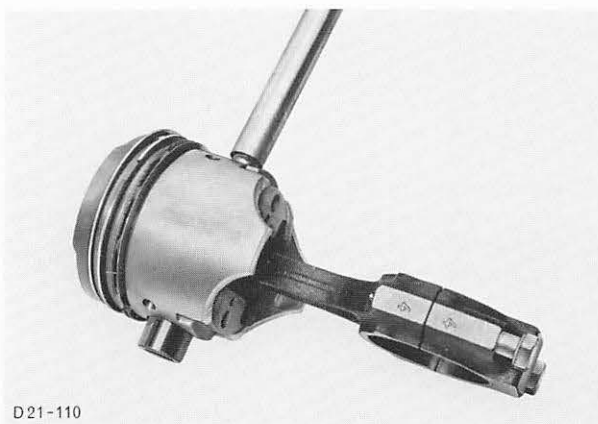

Abb. 303 Kolbenbolzen ausbauen
2. Kolbenbolzen mit einem geeigneten Dorn aus dem Kolben heraustreiben, Abb. 303.